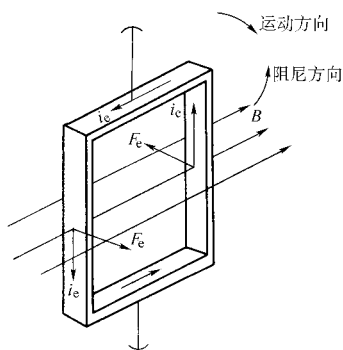

图 1-3 铝框产生阻尼力矩
3. 阻尼力矩的产生 为了防止表头指针在平衡位置上来回摆动多次才能停止的现象，表头中还要设立一个阻尼装置。在磁电系表头中，采用非磁性材料导体铝来做动圈的骨架，如图 1-3 所示。此铝质骨架除了可绕制线圈外还可产生阻尼力矩。它的原理如下：当动圈在转动力矩作用下旋转时，铝质框架在磁场中运动会产生一个感应电动势